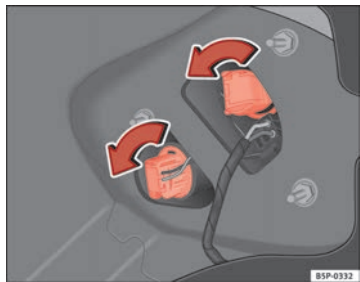

Abb. 195 Rücklichter an der Karosserie
- Drehen Sie den Lampenträger nach links ⇒ Abb. 195.